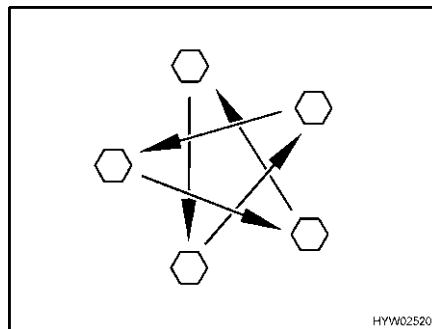

Fig. 268 Apretar las tuercas o los tornillos de las ruedas en forma de cruz
- Comprobar periódicamente que las tuercas o tornillos de las ruedas estén firmemente apretados. Reajustar en forma de cruz (Fig. 268) las tuercas o tornillos después de cambiar una rueda, al cabo de 50 km. Par de apriete, véase apartado 13.5.2.
- ▷ Apretar en forma de cruz las tuercas o los tornillos de las ruedas (Fig. 268).